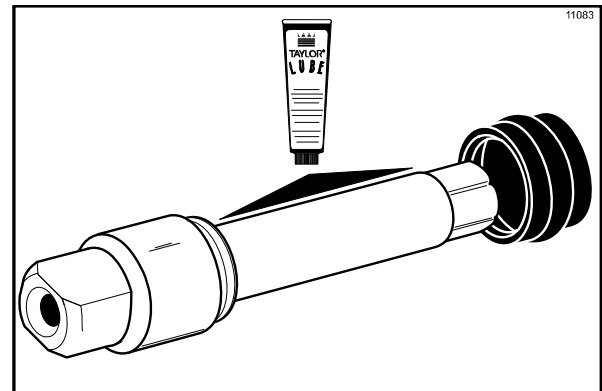

Abbildung 127
1. Vor dem Einbau der Softeis-Rührwerksantriebswelle die Rille auf der Welle schmieren. Die Hohldichtung der Antriebswelle über das schmale Ende der Welle streifen und in die Rille gleiten lassen. Den Innenteil der Hohldichtung reichlich einfetten, ebenso deren abgeflachtes Ende, das mit dem Lager hinten im Gefrierzylinder in Kontakt kommt. Die Welle selbst gleichmäßig einfetten. NIEMALS den Sechskant am Wellenende schmieren! (Siehe Abbildung 127.)